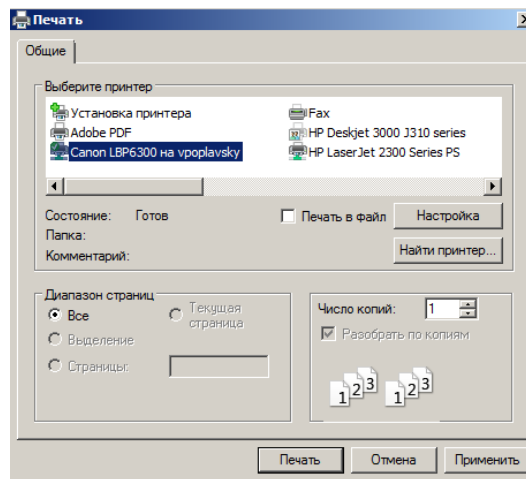

Рисунок 24 — Окно настройки печати профиля DFM i
**3) Печать профиля.** Для печати профиля DFM i в **Горизонтальном меню** нажмите кнопку . В появившемся окне **Печать** (см. рисунок 24) можно выбрать принтер и при необходимости произвести настройку параметров печати.